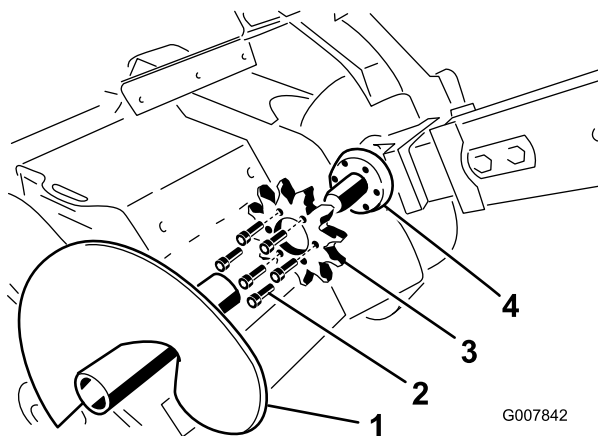

Bild 65
9. Entfernen Sie die 6 Schrauben, mit denen das Antriebskettenrad befestigt ist (Bild 65)
10. Entfernen und entsorgen Sie das Antriebsrad (Bild 65).
11. Reinigen Sie die Montagefläche des Antriebsrad an der Grabenfräse (Bild 65).
12. Schieben Sie das neue Antriebsrad auf die Welle (Bild 65).
4. Entfernen Sie die Schuttschnecke (Bild 65).
13. Drehen Sie die sechs Schrauben handfest in das Antriebsrad (Bild 65).